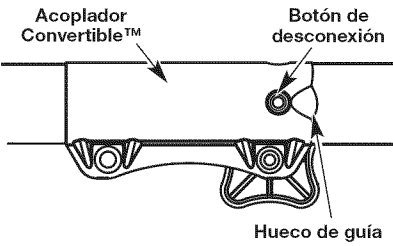
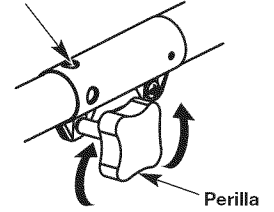

Fig. 2
Fig. 4
PRECAUCIÓN: Antes de operar esta unidad, cerciórese de que el botón de liberación esté completamente encajado en el orificio principal (Fig. 2) y de que la perilla de ajuste (Fig. 4) esté firmemente apretada.
1. Gire la perilla en sentido antihorario para aflojarla (Fig. 4).
NOTA: La alineación del botón de desconexión con el hueco de guía facilitará la instalación (Fig. 2).
3. Gire la perilla en sentido horario para ajustarla (Fig. 4).
Para realizar recortes decorativos con el accesorio de corte de cabezal de línea u otro accesorio, trabe el botón de desconexión del accesorio de corte u otro accesorio en el interior del agujero de 90° (Fig. 4).
2. Opima y sostenga el botón de desconexión (Fig. 2).